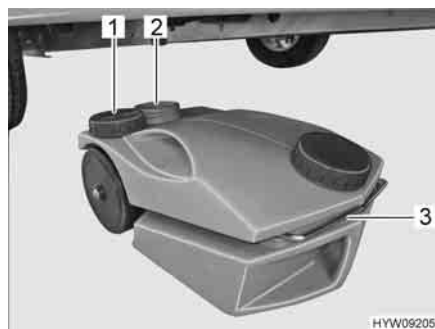

Fig. 163 Serbatoio delle acque grigie, mobile
- Chiudere l'apertura del serbatoio delle acque grigie (Fig. 163,2) con il coperchio (Fig. 163,1).
- Sfilare il serbatoio delle acque grigie tramite la maniglia (Fig. 163,3).
- Sfilare completamente la maniglia (Fig. 163,3) e posizionare il serbatoio delle acque grigie.